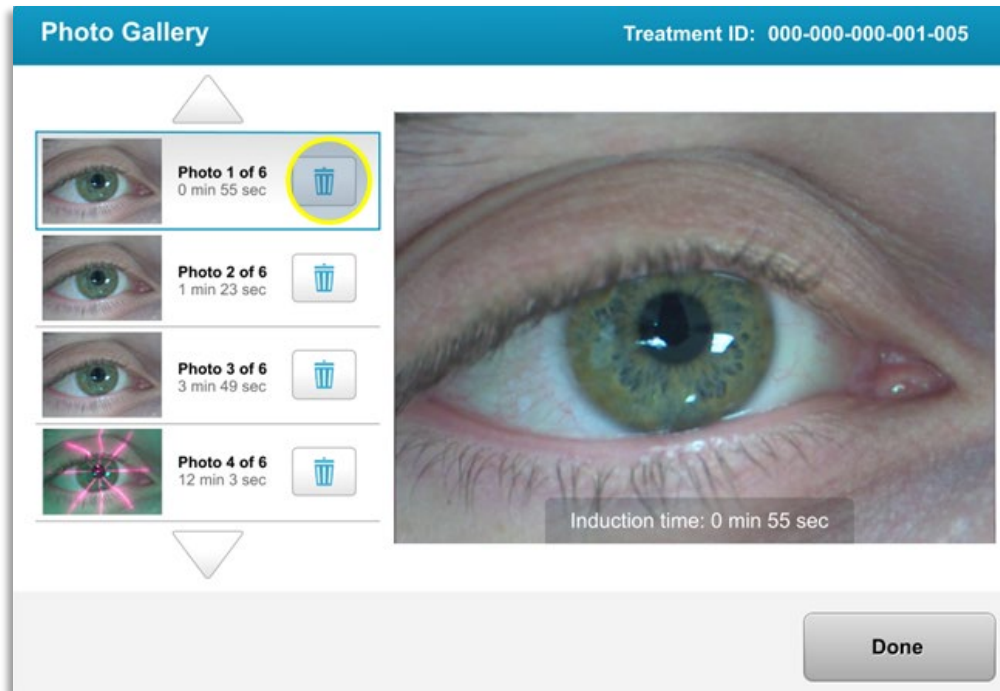

Bild 3-33. Välj "Papperskorgen" för att radera
- I fotogalleriet väljer du papperskorgs-ikonen bredvid fotot som ska raderas, vilket visas på bild 3-33.